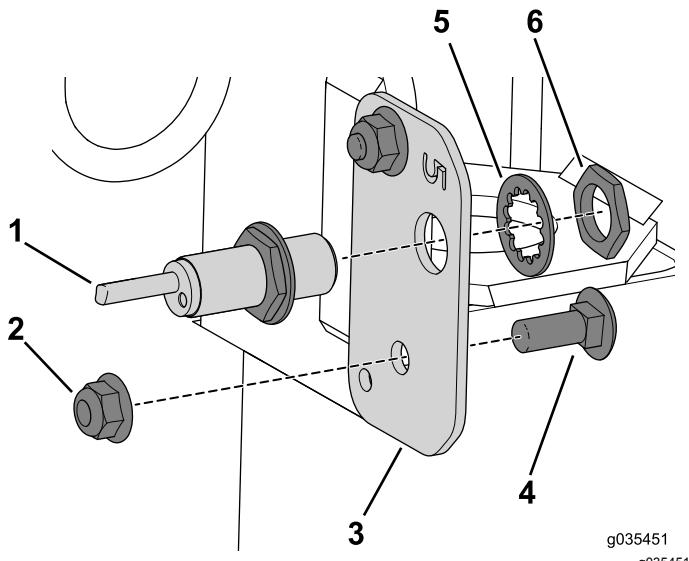

Figura 18
3. Utilize o parafuso de carroçaria (3/8 x 1 pol.) e porca flangeada para prender a placa do sensor esquerdo à máquina (Figura 18).
- Utilize a porca de retenção e anilha para prender o sensor de proximidade incluído no kit à placa do sensor esquerdo (Figura 18).